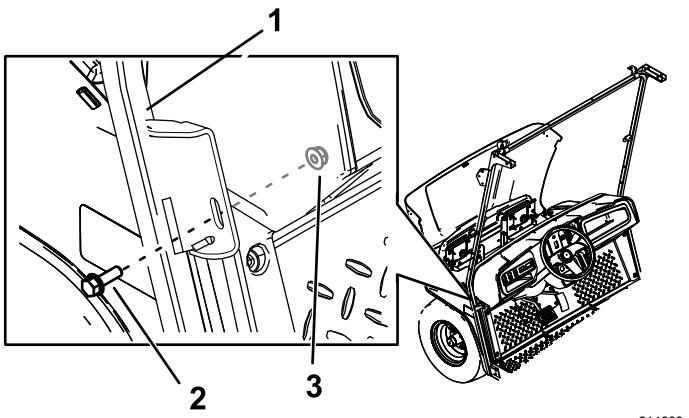

Bild 25
3. Befestigen Sie die mittlere Halterung der linken und rechten Windschutzscheibenstützen mit zwei Sechskantbundbolzen (5/16" x 1") und zwei Muttern (5/16") in den Bohrlöchern, die Sie in \(Bild 25\) gebohrt haben.